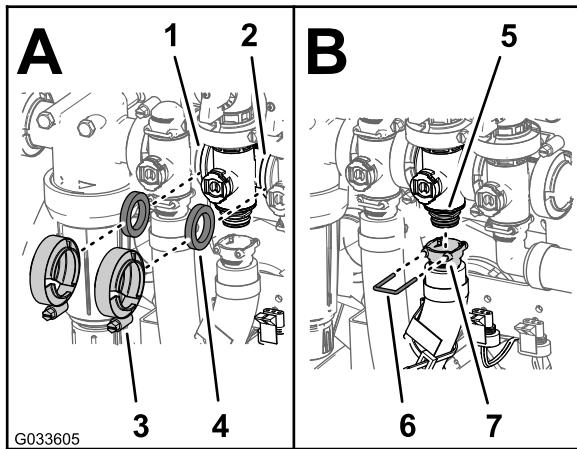

Bild 128
2. Montieren Sie das Rührwerksicherheitsventil, die Dichtung und den Rührwerkventilverteiler mit einer Flanschklammer und ziehen sie mit der Hand an (Bild 128).